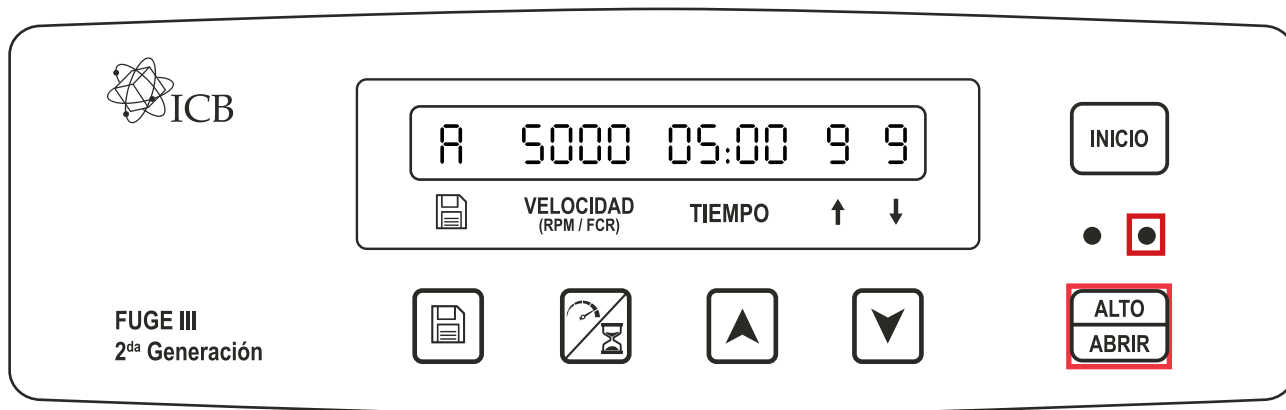

Figura 8. Indicación del proceso de detención del equipo
7. Detenga el proceso. En caso de querer detener el equipo antes de que el temporizador termine, presione el botón de **ALTO** (Figura 8), y el proceso de frenado comenzará. Por otro lado, durante el proceso normal, el temporizador actuará el proceso de frenado cuando éste llegue a “0”, se enciende el indicador de parada, el instrumento dejará de funcionar y emitirá un zumbido de alerta, indicando que el instrumento se ha detenido por completo.